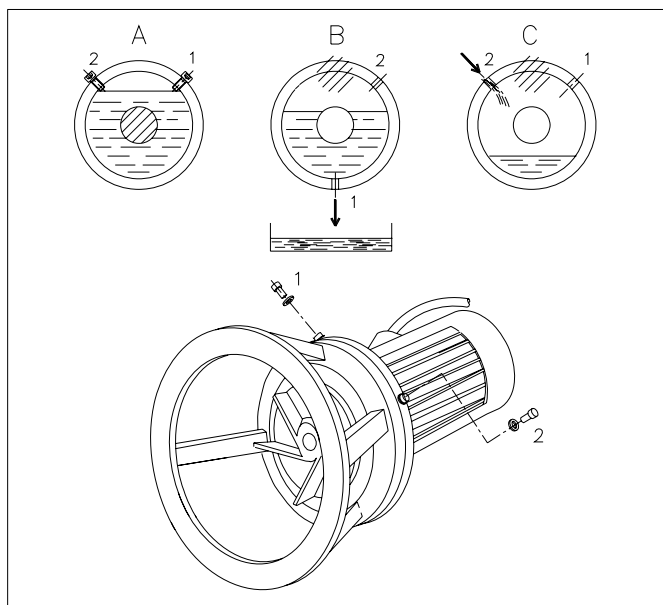

Fig. 7.7
Sæt mixer horisontalt med olieaftapningsproppen (1) i nedre position (Fig. 7.7 position B).
Drej atter mixer i dens oprindelige position (Fig. 7.7 position C).
Påfyld oliebeholderen med ny olie, indtil oliestanden er lige under fyldeåbningen (Fig.7.7 position A).